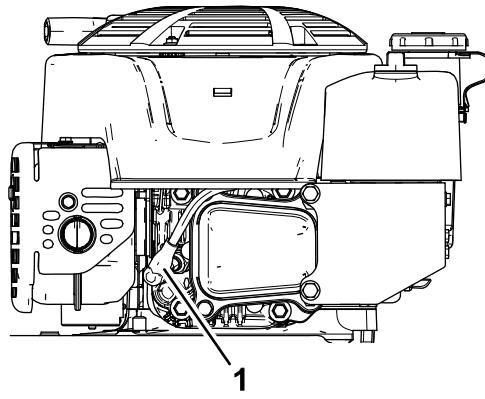

Figura 28
- Desconecte el cable de la bujía (Figura 28).